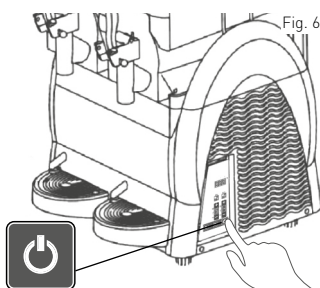

Fig. 6
- Ensuite appuyez , pour démarrer l'appareil. Appuyez et maintenez appuyé le bouton  pendant trois secondes pour passer en MODE DE VEILLE (STANDBY) lorsque l'appareil est actuellement utilisé. Voir : Fig. 6.